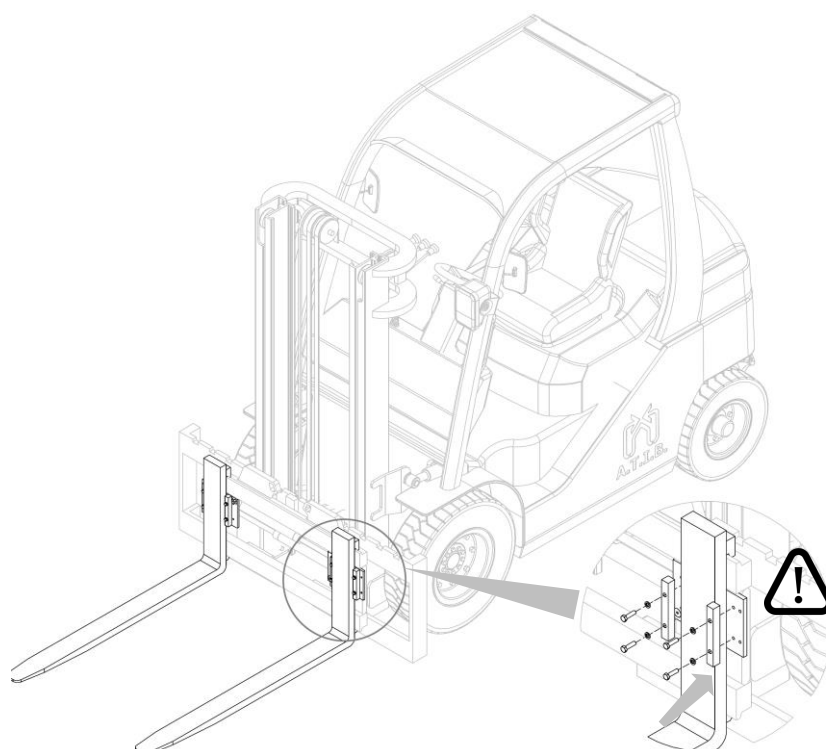

Figura 18
2. Inserte las horquillas y vuelva a apretar los topes de las horquillas (mira *Figura 18*)